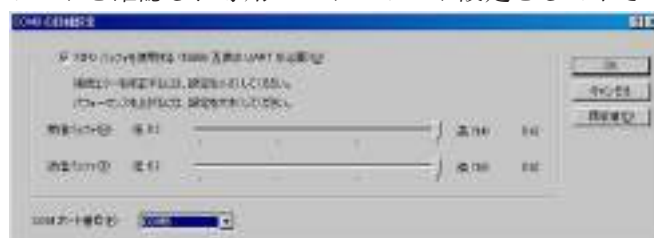

図 6. 通信ポートの設定
6. ウンドウズ XP では COM ポートを選べますので、専用ソフトと同じポートに設定下さい。(図 6 参照) Windows98 では選べませんので、図 4 でポートを確認し、専用ソフトのポート設定をして下さい。